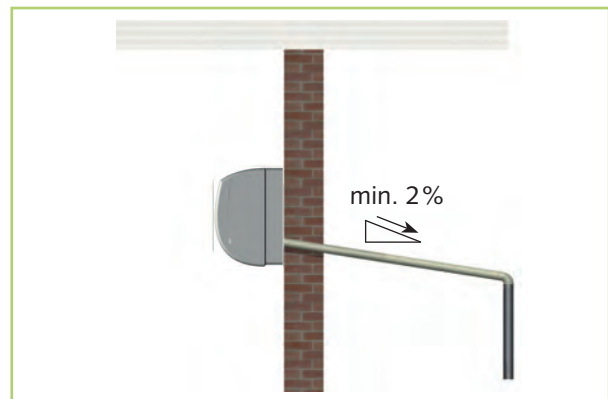

Abb. 30: Kondensatanschluss
- Die bauseitige Kondensatleitung ist mit einem Gefälle von min. 2 % zu verlegen (Abb. 30). Gegebenenfalls sehen Sie eine dampfdiffusionsdichte Isolation vor.